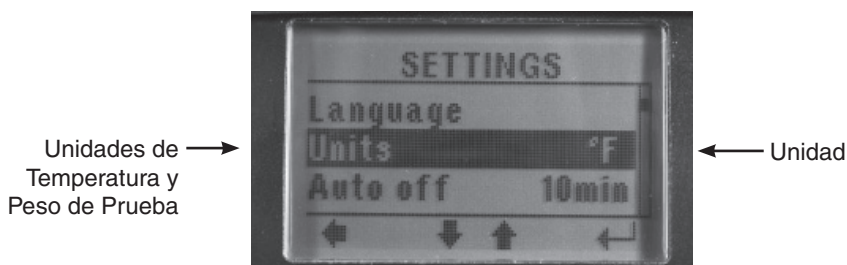

Figura 13. Unidades de Temperatura y Peso de Prueba
3. Use los botones ARRIBA/ABAJO para desplazarse hasta “Units” (Figura 13)